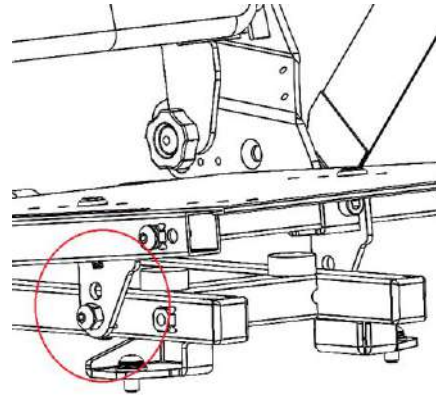

Figura 5-88
- El ángulo inicial del asiento es de 2º. Si el ángulo deseado es de 5º, afloje los tornillos a ambos lados del asiento del orificio inferior al superior (Figura 5-88).